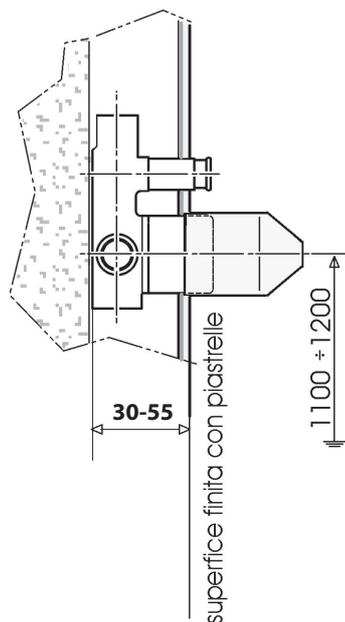

Fig. 3
- Sistemare il miscelatore monocomando completo con la protezione in plastica facendo attenzione che la superficie del muro finito (con piastrelle) rientri nella quota massima indicata (30-55 mm). (Fig.3)
- Mount the single lever mixer with plastic casing protection, placing care that the surface of the finished wall (with tiles) falls into the maximum level indicated (30-55 mm). (Fig.3)
- Respect the dimensions shown in Figure 3
- Den Einbaukörper komplett mit Plastik-Schutzhülle einsetzen, dabei darauf achten, dass die Entfernung zur gefliesten Wand im angegebenen Bereich liegt (30-55 mm). (Abb.3)
- Die in Abbildung 3 dargestellte Höhe einhalten.
- Placer le mitigeur monocommande avec la protection en plastique en veillant à ce que la surface du mur fini (avec les carreaux) rentre dans la tolérance maximum indiquée (30-55 mm). (Fig.3)
- Respecter les dimensions indiquées dans la figure 3.
- Colocar el mezclador monomando completo, con su protección de plástico, prestando atención a que la superficie de la pared acabada (con azulejos) no supere la medida máxima indicada (30-55 mm). (Fig.3)
- Расположить механический смеситель, укомплектованный защитой из пластика, в соответствии с указанными максимальными отметками расположения, к облицованной поверхности (30-55 mm). (Рис.3)